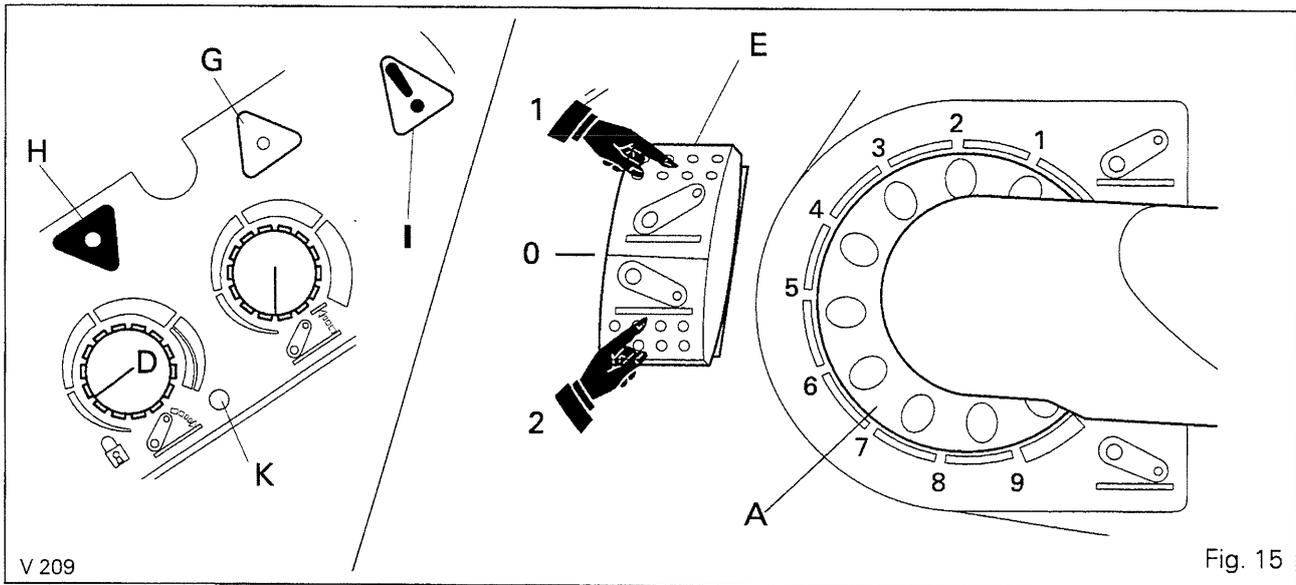

Fig. 15
- Placer le sélecteur montée/descente E en position montée 1, puis descente 2, le témoin I s'éteint (Fig. 15).